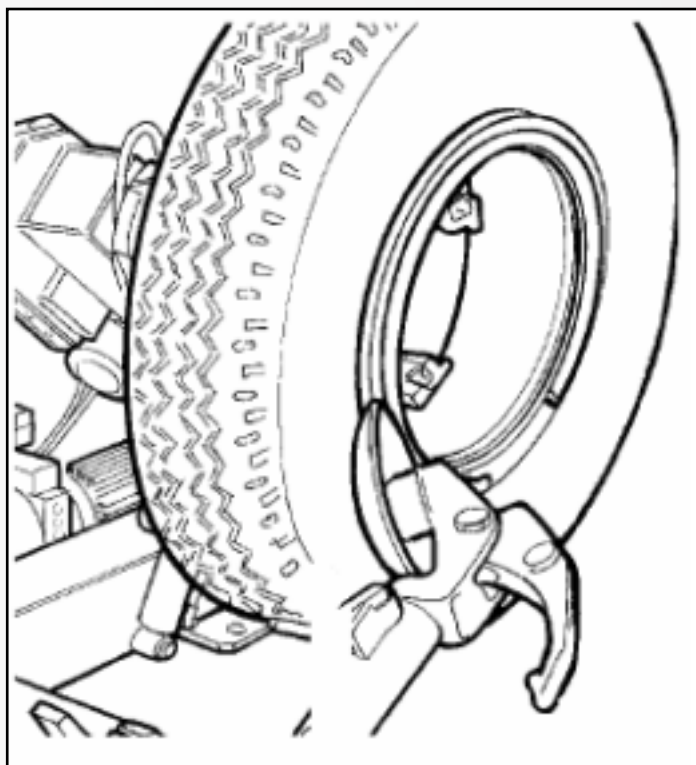

Рисунок 29
4) Установите отбортовочный диск к ободу (рис.29).